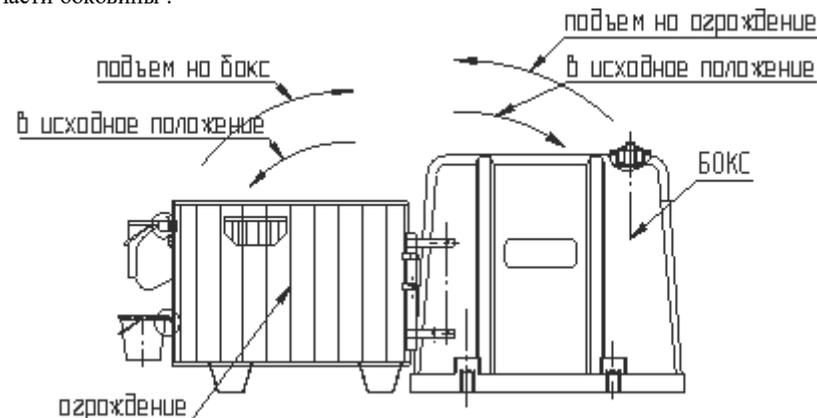
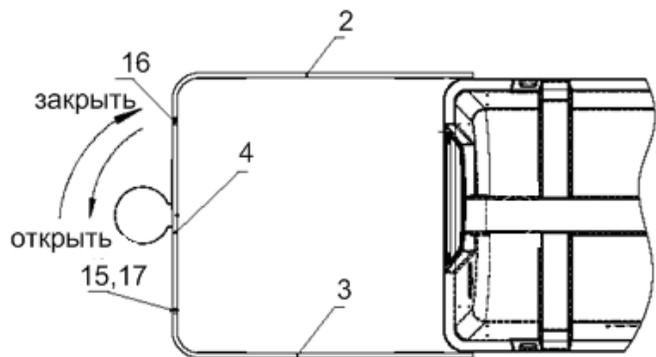

Рис.2 Манипуляции с ограждением и боксом при проведении санитарно-профилактических работ при уборке бокса.
Рис.3 Схема открытия и закрытия передней стенки ограждения бокса.
| | 16 – Штырь (рис.3) | |
2. Переднюю стенку ограждения бокса (4) крепить с помощью штыря (16) (рис.3), продев через завесы расположенные с боков передней стенки и передней части боковины с одной стороны, и осями (15) с другой стороны. Оси зашлинтовать шплинтами(17).
Ограждение бокса имеет свойство опрокидываться (подниматься за счет шарнирного соединения бокса и ограждения) для проведения профилактических и санитарных работ в процессе эксплуатации бокса (очистка отходов жизнедеятельности теленка, санобработка бокса). Для очистки помещения внутри бокса корпус(1) опрокидывается на ограждение бокса и производятся профилактические работы внутри бокса (Рис.2). Передняя часть ограждения(4) имеет функцию двери, для чего необходимо вынуть штырь (16) со стороны опорной ножки и открыть ее для проведения необходимых работ (частичная уборка, постановка теленка в бокс или вывод из бокса, при проведении профилактических работ) (Рис.3).